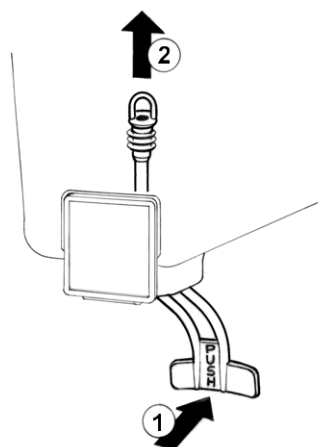

figure 3
5 Robinet avec tube en caoutchouc: pousser (1) le levier de débit robinet et défiler (2) le tuyau robinet de son siège sur le fond du réservoir (voir figure 3).